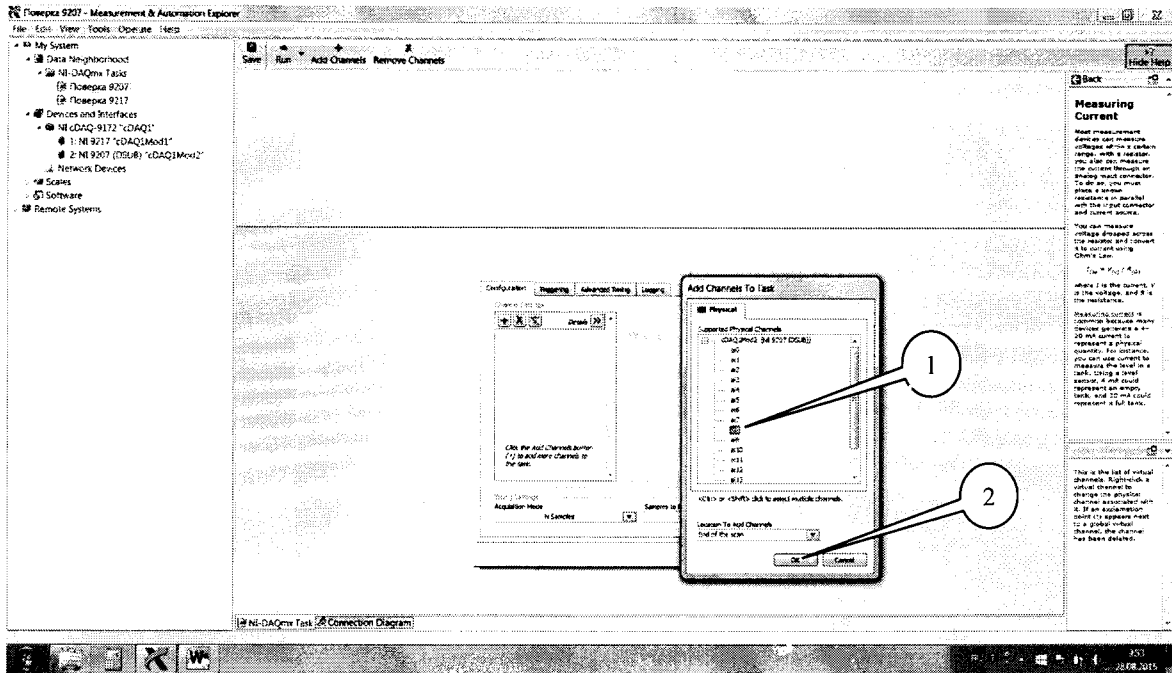

Рисунок 10.
7.4.2 В появившемся окне (рисунок 10) в перечне каналов выбрать канал «ai8» (1) и нажать кнопку «OK» (2).